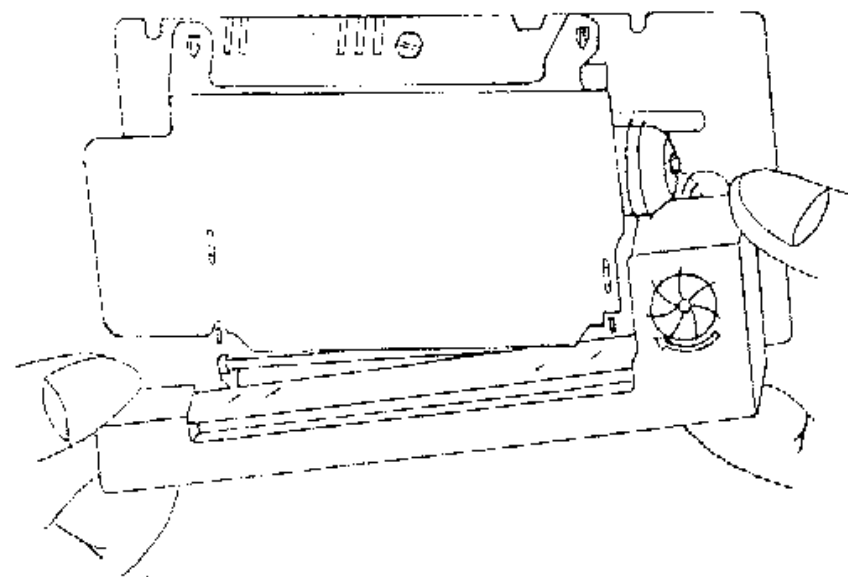

图 2-7，取下色带盒
(2) 从打印机头上轻轻取下旧色带盒（见图 2-7）。注意：请先抬起色带盒的左端，然后再抬起色带盒的右端，取下色带盒。